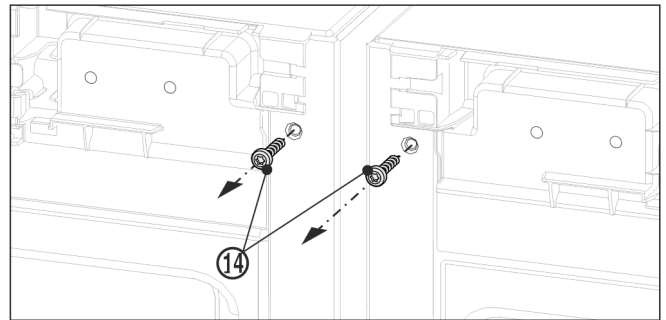

Fig. 13
- ▶ 安装上方角前，先旋出两个地脚螺栓 Fig. 13 (14)。